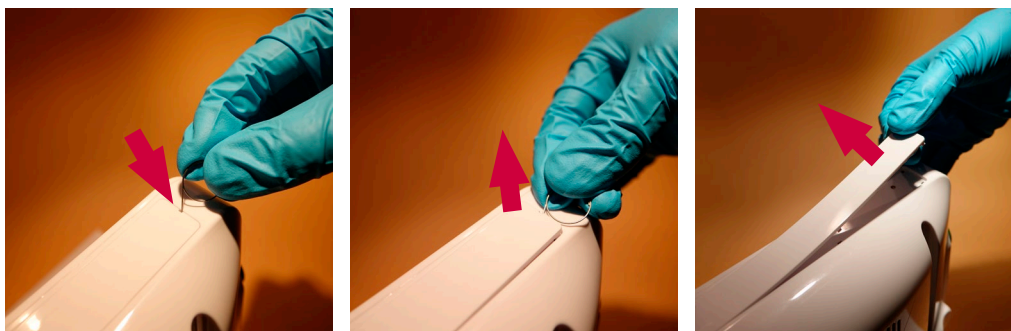

Figura 4 Remover as placas de identificação
c) Remova as placas de identificação com o logótipo Ambu na parte superior e inferior da unidade de visualização (Figura 4)